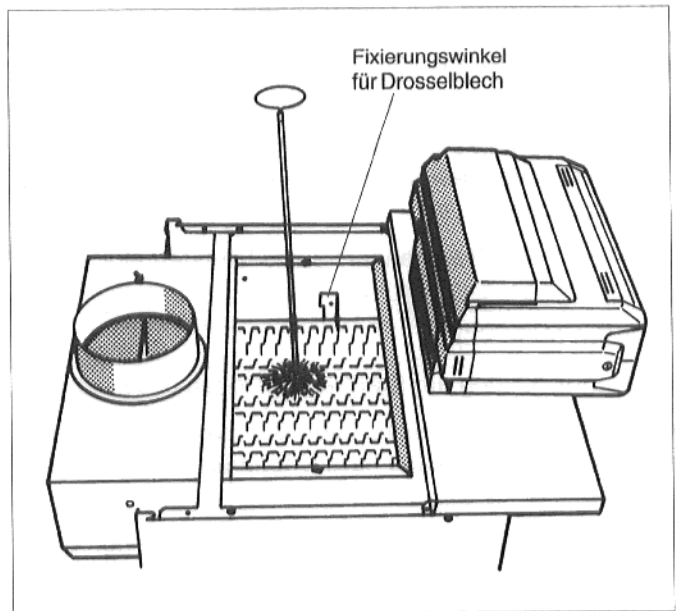

Abb. 21: Bürstenreinigung
- Heizgaszüge durchbürsten (Abb. 21).
- Drosselblech, falls vorhanden, wieder einlegen. Dabei darauf achten, daß sich die Schlitz des Drosselblechs in die Fixierungswinkel einsetzen (Abb. 21).